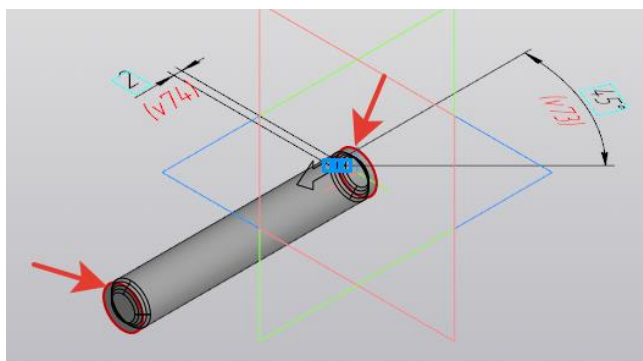

Рисунок 147.
4. Выполните с двух сторон фаски **Длина - 2, Угол - 45°** (рисунок 147).